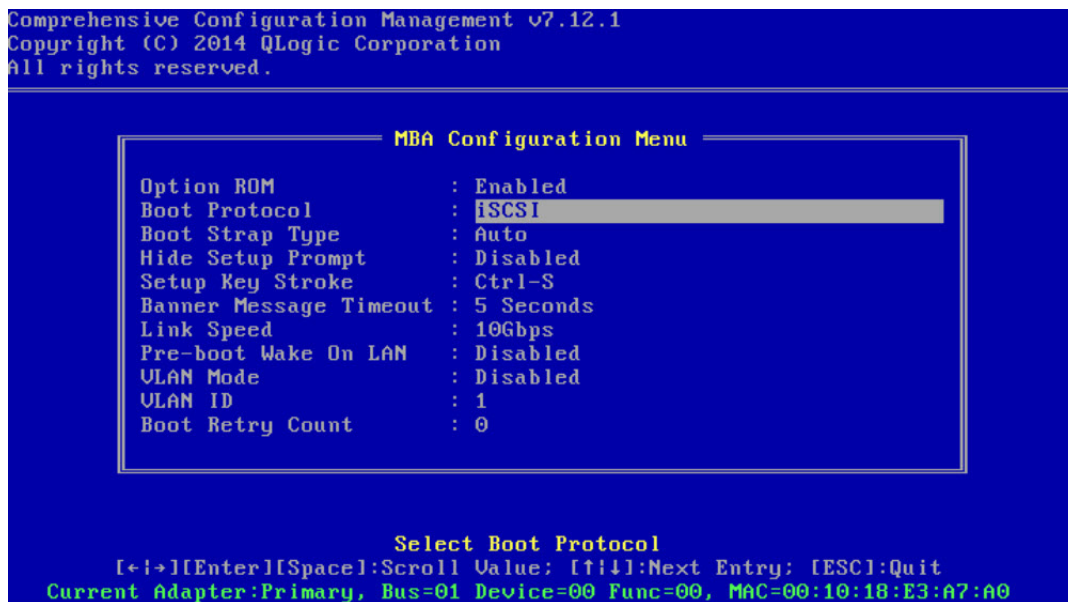

Ilustración 6-1. Menú de configuración de MBA de CCM
- b. Seleccione **MBA Configuration** (Configuración de MBA) para ver el **MBA Configuration Menu** (Menú de configuración de MBA), tal como se muestra en la Ilustración 6-1.